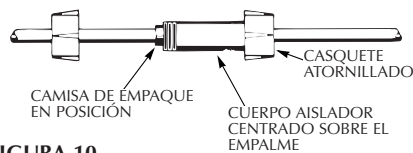

FIGURA 10
- Coloque el cuerpo aislador en el centro sobre el empalme y deslice las camisas de neopreno lo máximo posible dentro del cuerpo. Atornille los casquetes en el cuerpo aislador (Figura 10) y apriete con la mano para obtener un empalme fuerte e impermeable.